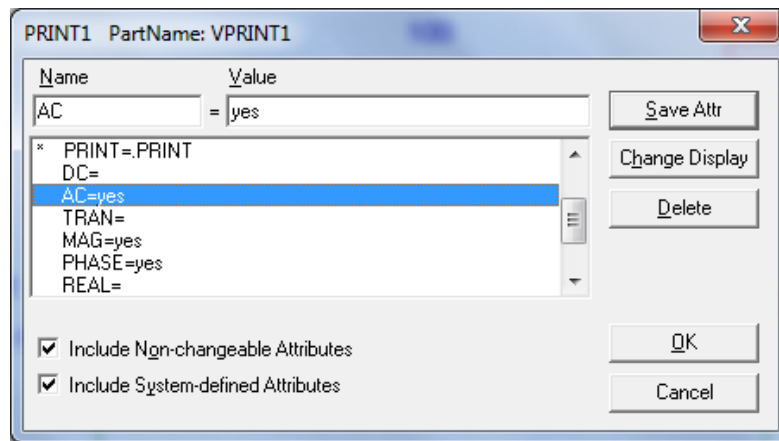

Рис. 14.9. Вікно атрибутів елементу VPRINT1
11) Двічі натисніть по символу VPRINT1, щоб відкрити вікно його атрибутів (рис. 14.9).